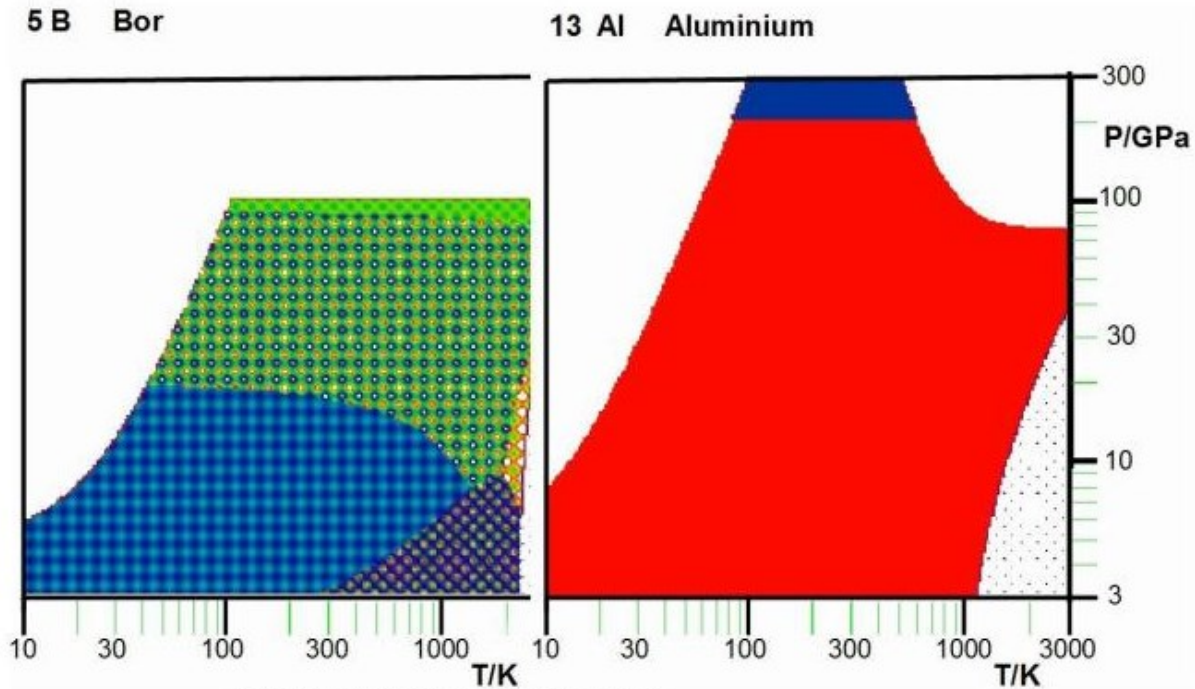

Abbildung 54: Bor und Aluminium
**Der Alchemist:** Nach den Familien IV bis VIII, von Kohlenstoff bis zu den Edelgasen, bleibt uns als einziges Nichtmetall nur noch das Bor (B). Der Rest dieser Familie, Aluminium (Al), Gallium (Ga), Indium (In) und Thallium (Tl), ist ganz normal metallisch. Als Nichtmetall mit starken kovalenten Bindungen zeigt Bor (Bild 54) recht individuelles Verhalten. Schon bei Normaldruck kennt man drei verschiedene kristalline und eine amorphe Form. Dabei bezeichnet man die Tieftemperaturphase als  $\alpha$ -Bor, die Hochtemperaturphase als  $\beta$ -Bor und die metastabile Hochdruckphase als  $\gamma$ -Bor. Im englischen Wikipedia sind unter Allotropes of boron schöne Bilder dieser hR106, der hR12 und der oP28-Strukturen abgebildet. Im Bild 54 sind zusätzlich die Bereiche einer tP192-Hochtemperaturphase und oberhalb 89 GPa einer oC8-Struktur mit eingezeichnet. Diese letzte Phase ist metallisch.
**Helen:** Bor zeigt im Bild 54 wieder eine richtig bunte Landkarte, wie wir sie von anderen Nichtmetallen kennen, und das auch noch mit einer metallischen Struktur!
**Der Alchemist:** Sehr gut! Du siehst schon, wie das hier so läuft, und beim Vergleich mit Aluminium könnte man erwarten, dass eine dichtgepackte Struktur noch folgt. Doch Vorsicht! Die Elemente der zweiten Zeile haben meist ihr eigenes Spiel betrieben! So zeigt auch die Beobachtung des Phasenübergangs von cF4 nach hP2 bei Aluminium im Bild 54 oberhalb 217 GPa, dass erst das Experiment entscheidet! Und Gallium, gleich unter Aluminium, bietet wieder ein besonders reiches Feld!